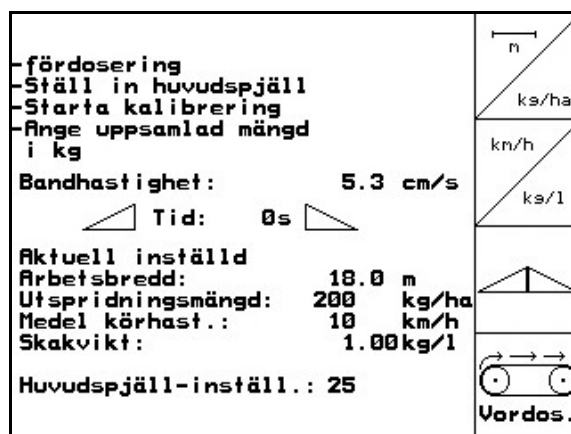

Fig. 28
- Inställningsvärdet för ny huvudspjällinställning visas (Fig. 28).